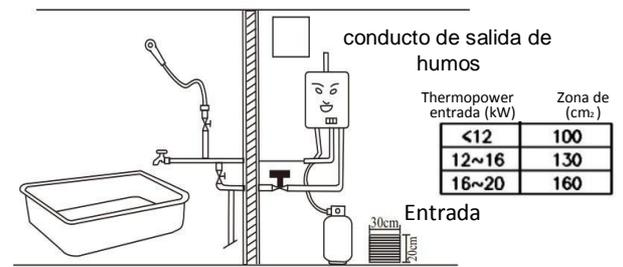

Fig. 3
- No instale el calentador de agua en un dormitorio, sótano, cuarto de baño o habitaciones con malas condiciones de ventilación. La habitación habilitada para la instalación debe estar bien ventilada y tener una superficie de 7,5 m². Se debe perforar un orificio de ventilación y un orificio de escape en la pared, y el tamaño del orificio no debe ser menor de lo indicado en la tabla de la Fig. 3. El extractor, de haberlo, debe instalarse sobre el calentador de agua y el orificio de ventilación debe estar a un nivel más bajo que el calentador de agua (Fig. 3).